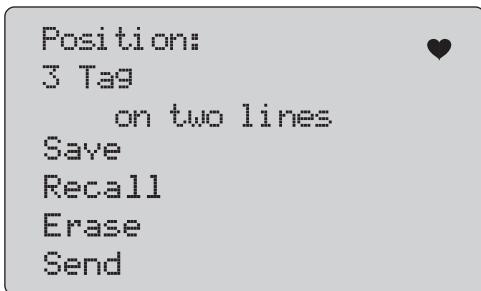

Рисунок 47. Журнал конфигурации, отображающий место хранения
- Если положение хранения выбрано, отображается меню, показанное на Рисунок 47.